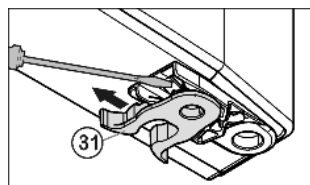

Fig. 7
- ▶ Sette fjærklemmen Fig. 7 (31) over på den andre siden: Trykk låsekroken ned, trekk fjærklemmen ut og av.